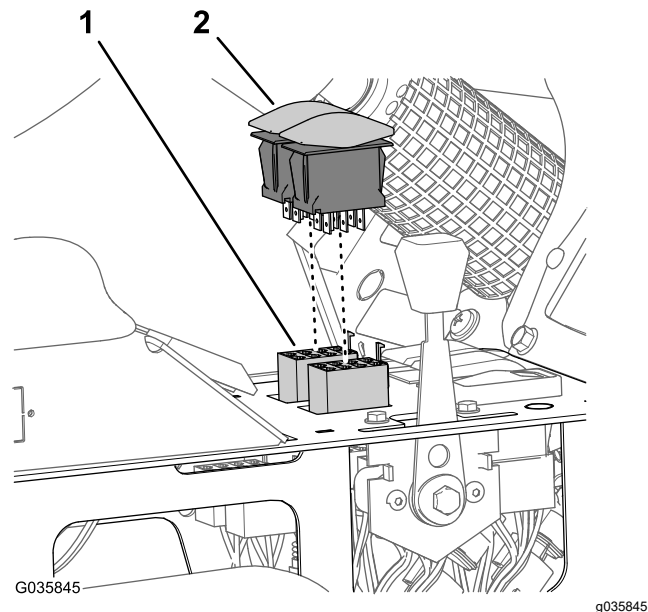

図 40
3. 左右のブーム昇降用のスイッチから、車両用のワイヤハーネスの8ソケットコネクタを外す 図 40。
4. ウルトラソニックブーム仕上げキットのワイヤハーネスの8ソケットコネクタに、ロッカースイッチに接続する (図 40)。
5. 中央コンソールパネルの穴にブーム昇降スイッチを入れ、パチンとはまるまで完全に押し込む図 40。